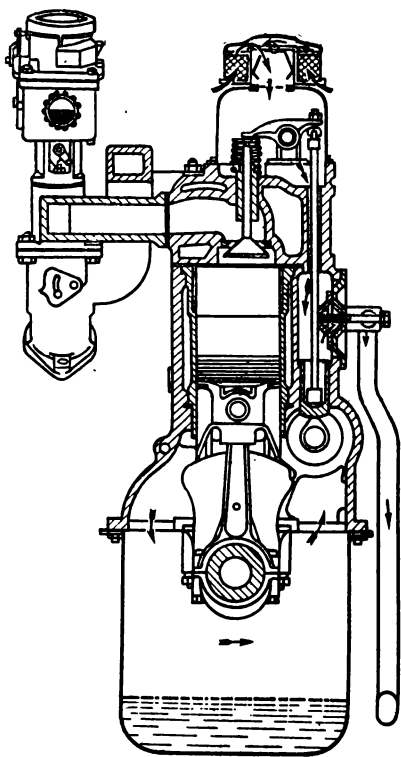

Рис. 14. Схема вентиляции картера двигателя
**Система вентиляции картера двигателя** (рис. 14) — открытая, действует за счет разрежения, создающегося во время движения автомобиля около нижнего конца вытяжной трубы благодаря комусу срезу этого конца.